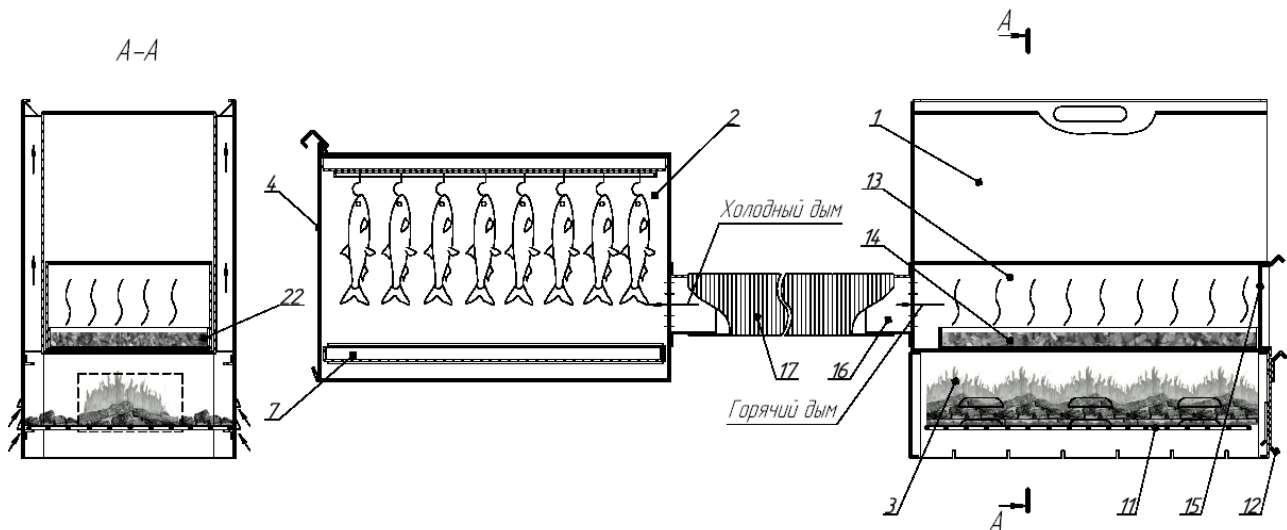

Рис. 4
2.4.3 Коптильня КМУДЖИК КР-2.3 снабжена также извлекаемым дымогенератором 13 с поддоном 14 и крышкой 15. Выход дымогенератора при помощи фланца 16 подсоединен к дымоходу 17. Дымоход 17 представляет собой гибкий гофрированный металорукав из высококачественной нержавеющей стали (см.рис. 4)